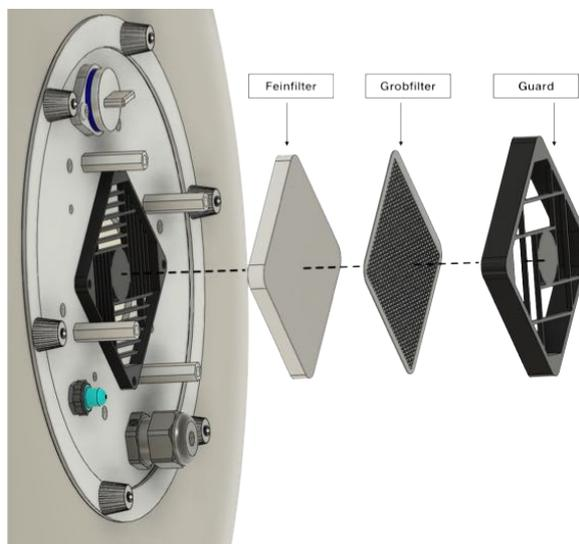

Fig. 11
2. Entfernen Sie die Filterabdeckung (Guard) und entnehmen Sie die beiden Filtereinlagen (Fig. 11)